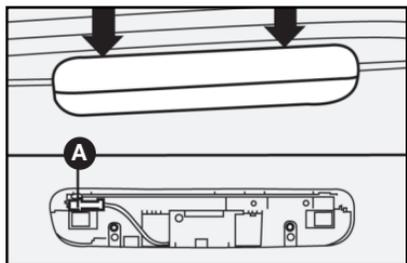

fig. 55
- 1) empujar, con la ayuda de un destornillador, en los puntos indicados **fig. 55**;